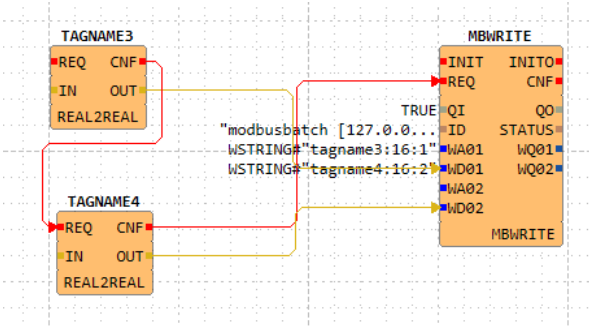

Рисунок 105 – Инициализация входа WD01 в REAL
1. Создание соединения с параметром определённого типа (см. Рисунок 105)